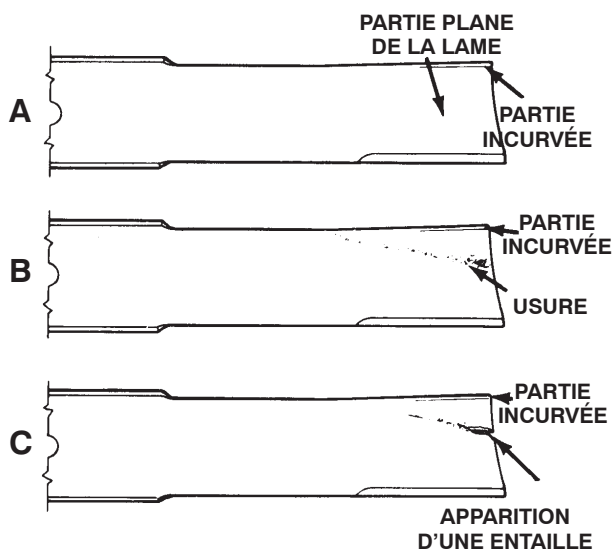

Figure 27
2. Examinez attentivement les tranchants de la lame, particulièrement au point de rencontre des parties plane et incurvée (Fig. 27-A). Le sable et les matières abrasives peuvent éroder le métal à cet endroit, c'est pourquoi il est important de contrôler l'état de la lame avant d'utiliser la tondeuse. Remplacez la lame si elle est usée (Fig. 27-B).
Si la lame est trop usée, une entaille se forme entre la partie incurvée et la partie plane (Fig. 27-C). La lame risque alors de se briser et un morceau peut être projeté du dessous de la machine, vous blessant gravement, vous ou une personne à proximité.